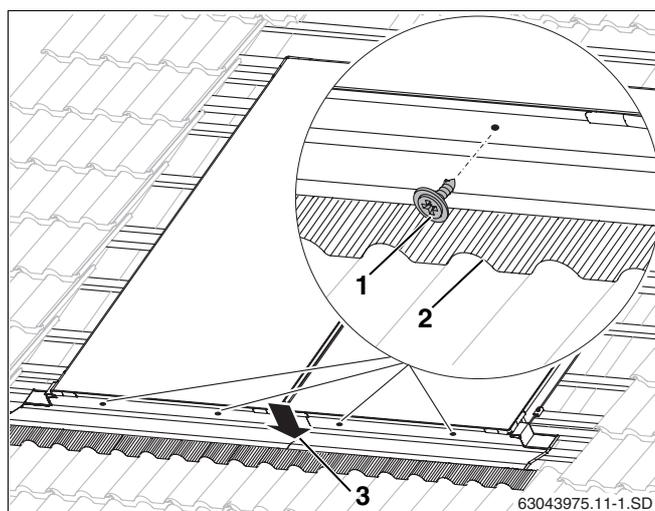

Fig. 47 Fissaggio delle lamiera inferiori
- Fissare le lamiera nei fori previsti servendosi delle viti (lunghezza 12 mm, fig. 47, **pos. 1**) e dei dischi di tenuta.
- Premere la lamiera di copertura superiore su quella inferiore (fig. 47, **pos. 3**).
- Regolare le converse di piombo nell'area anteriore prestando attenzione al profilo dei coppi (fig. 47, **pos. 2**).